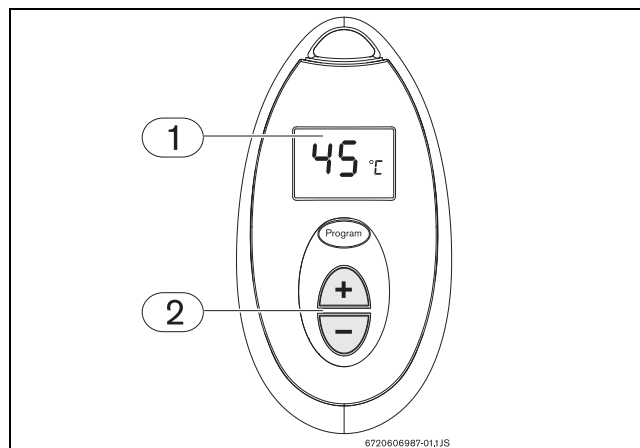

Fig. 6 Regolazione della temperatura
- Premere il tasto  o  sul telecomando (Fig. 6, pos. 2) fino a visualizzare la temperatura desiderata sul display del telecomando (Fig. 6, pos. 1).